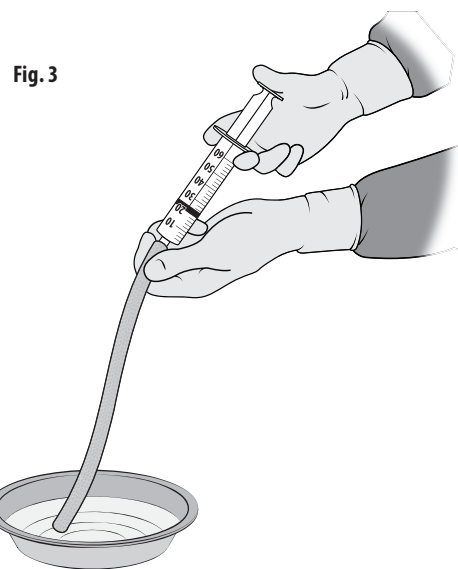

Fig. 3
- Brug en steril injektionssprøjte til at skylle protesens lumen med 20 ml sterilt fysiologisk saltvand. Fig. 3. Gentag mindst to gange.